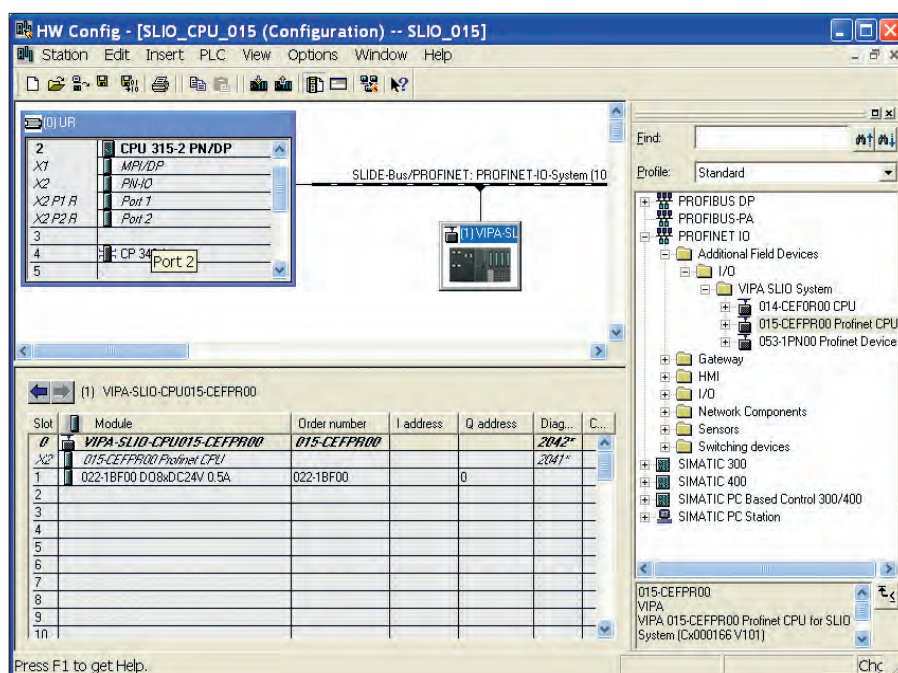

Рис. 1. Установка SLIO CPU 015-CEFP00 в станцию
8. В каталоге оборудования перейдите в раздел **PROFINET IO -> Additional Field Devices -> I/O -> VIPA SLIO System** и из него перетяните мышью компонент **015-CEFP00 Profinet CPU** на изображение ранее добавленной подсети PROFINET с именем **SLIDE-Bus/PROFINET** (рис. 1).